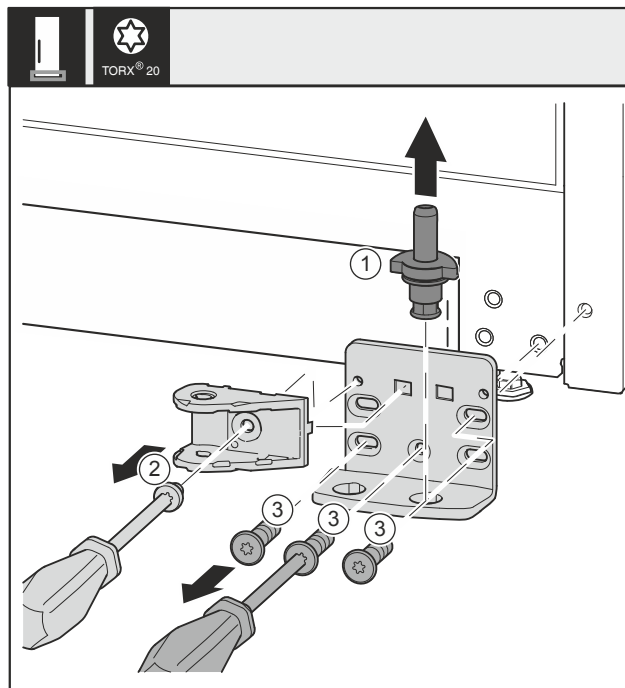

Fig. 32 *
- ▶ Húzza ki teljesen a csapszeget Fig. 32 (1) felfelé.*
- ▶ Tekerje ki a csavart Fig. 32 (2) csavarhúzóval, és vegye le a záráscsillapító egység kötőelemét.*
- ▶ Tekerje ki a csavarokat Fig. 32 (3) csavarhúzóval, és vegye le a csapágybakot.*